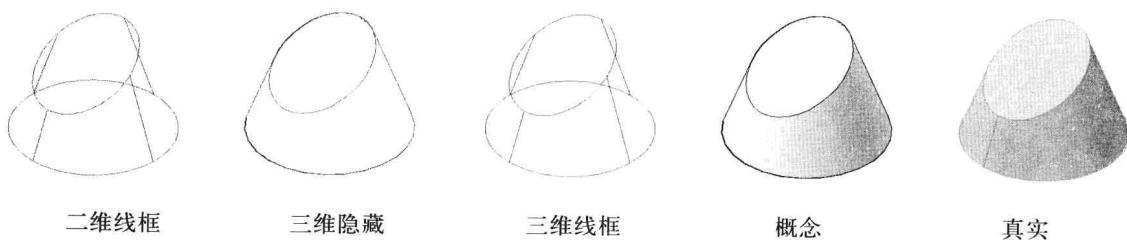

图 8-1-10
- (1) 双击素材文件“8-1-2.dwg”，打开的文件中包含一个三维实体模型。
- (2) 视图中的三维实体模型是以“二维线框”视觉样式显示的，依次选择菜单命令“视图 / 视觉样式”，在其子菜单中有 5 个视觉样式。
- (3) 选择任意一个视觉样式名称，可以改变当前视图的模型显示效果，二维线框、三维隐藏、三维线框、概念、真实的显示效果分别如图 8-1-10 所示。